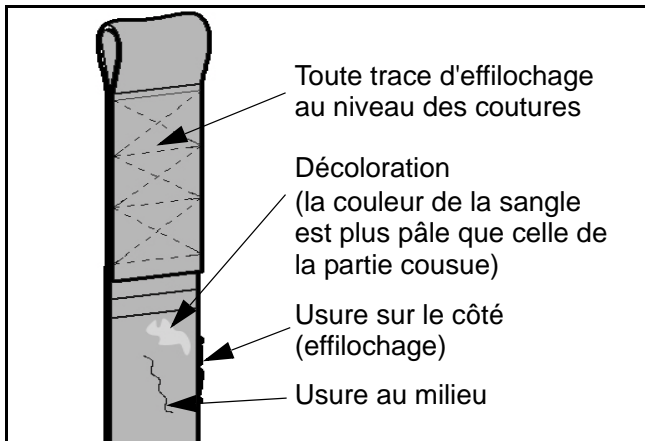

Fig. 16
- 2) Rechercher toute trace d'usure ou de décoloration (voir Fig. 16 ci-dessous).